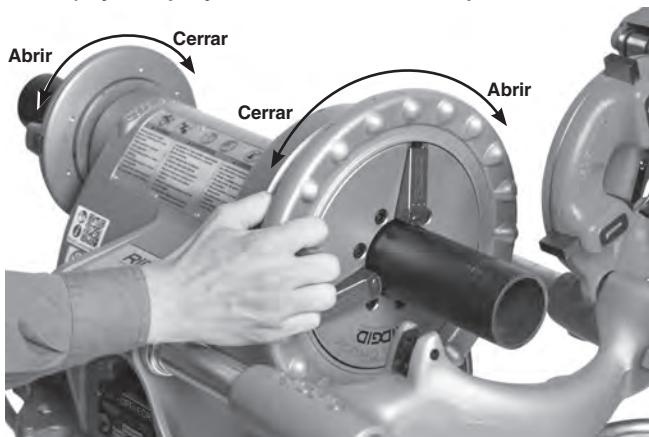

Figura 14 – Colocación del tubo en el mandril
4. Gire el dispositivo de centrado trasero a la izquierda (mirando desde la parte de atrás de la máquina) para encerrar el tubo (*Figura 14*). Asegure que el tubo esté centrado en las piezas de inserción. Así el tubo se apoya mejor y los resultados son mejores.
5. Gire el volante del mandril delantero hacia la izquierda (mirando desde el frente de la máquina), para apretar el mandril contra el tubo. Asegure que el tubo esté centrado en las piezas de inserción. Gire el volante enérgicamente varias veces hacia la izquierda para fijar el tubo en el mandril delantero (*Figura 14*).